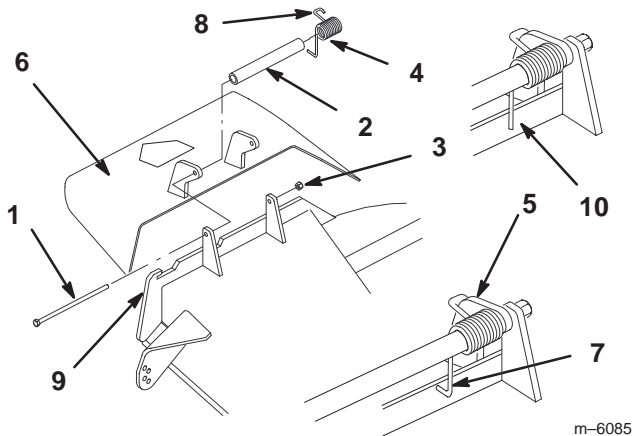

Figure 30
L'extrémité du ressort du déflecteur d'herbe est soit en **L** soit droite (Fig. 30).
Remarque : Prenez soin de placer l'extrémité en **L** ou droite du ressort derrière le bord du plateau avant de mettre le boulon en place, comme indiqué à la Figure 30.
2. Remettez le boulon et l'écrou. Accrochez l'extrémité crochue en **J** du ressort au déflecteur d'herbe (Fig. 30).